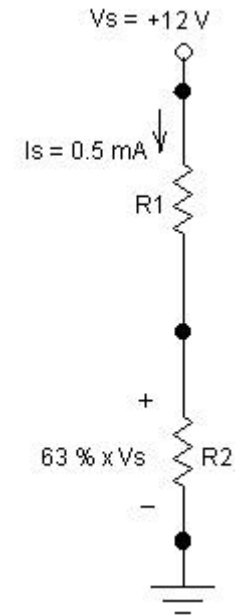

Figura 4.2.2.1
- 4.2.2 Para el circuito de la Figura 4.2.2.1 calcule el valor que deberán tener las resistencias R_1 y R_2 del divisor de voltaje bajo las condiciones que se indican en la Figura.